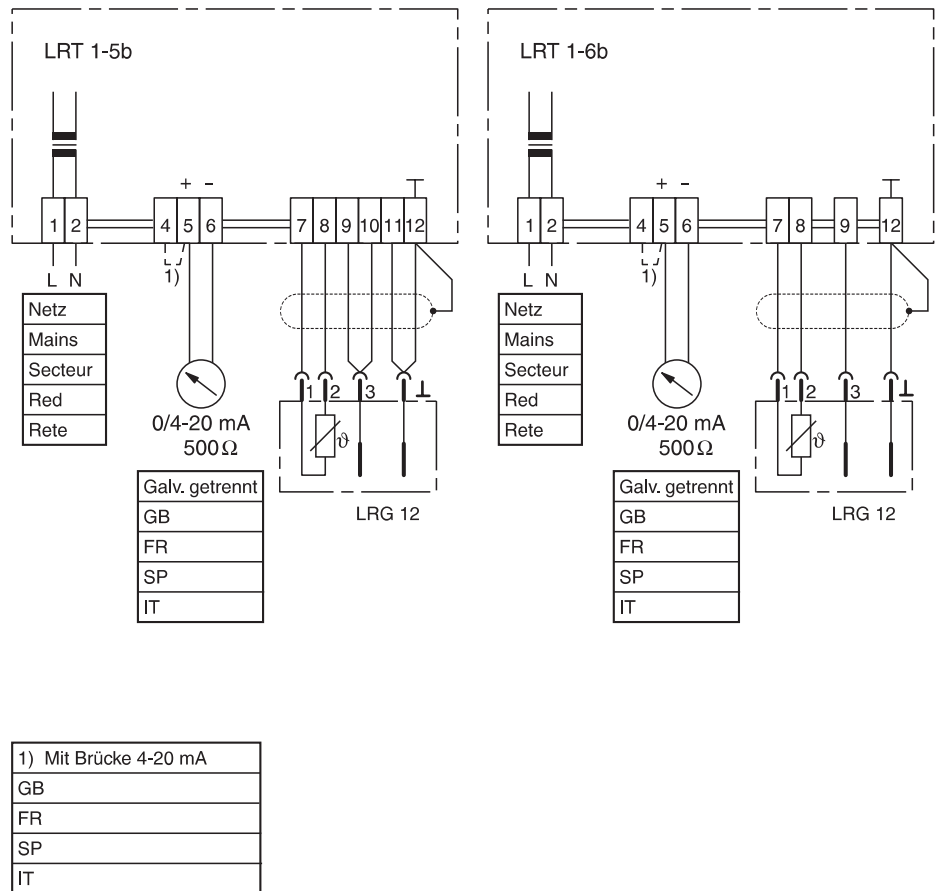

Fig. 3
2. Klemmleiste am LRT 1-5/LRT 1-6 gemäß Anschlußplan belegen (Fig. 3). Die Zuleitung erfordert abgeschirmtes Kabel, z. B. für LRT 1-5 IY (ST) Y 3 x 2 x 0,8 mm, für LRT 1-6 IY (ST) Y 2 x 2 x 0,8 mm. Länge siehe Tabelle „Einfluß der Kabelkapazität auf die Meßlinearität im Anfangsbereich“.
5. Klemmen an Leitfähigkeitselektrode LRG 12-1 belegen (Fig. 3).